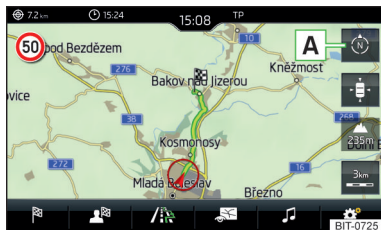

Fig. 236
► Pour **modifier l'orientation de la carte** dans le menu principal *Navigation* appuyez sur la touche de fonction » fig. 236.